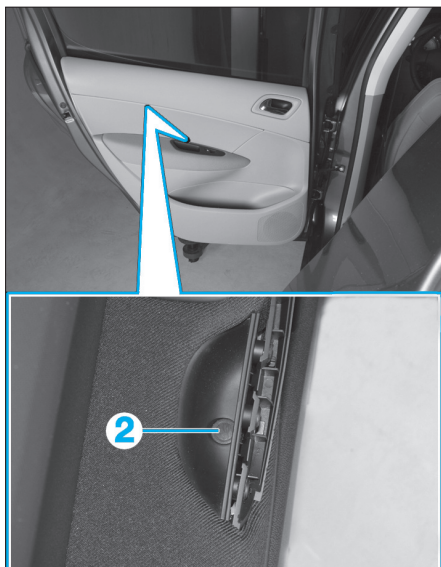

Fig. 56
- A l'aide d'un tournevis fin, déposer le cache-vis (2) (Fig.56).